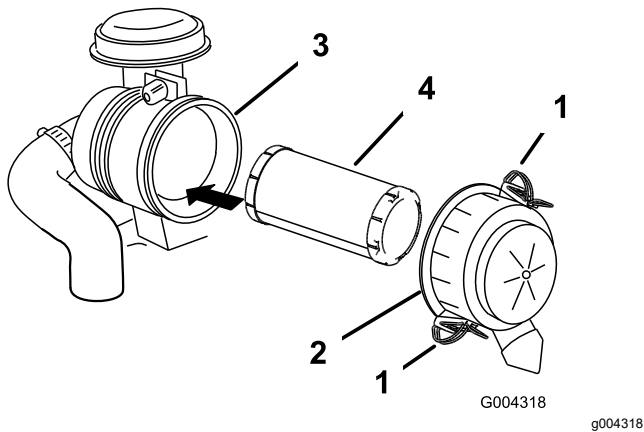

Figure 38
3. Déverrouillez le filtre à air et détachez le couvercle du boîtier du filtre (Figure 38).
5. Sortez l'élément filtrant du boîtier du filtre à air avec précaution (Figure 38).